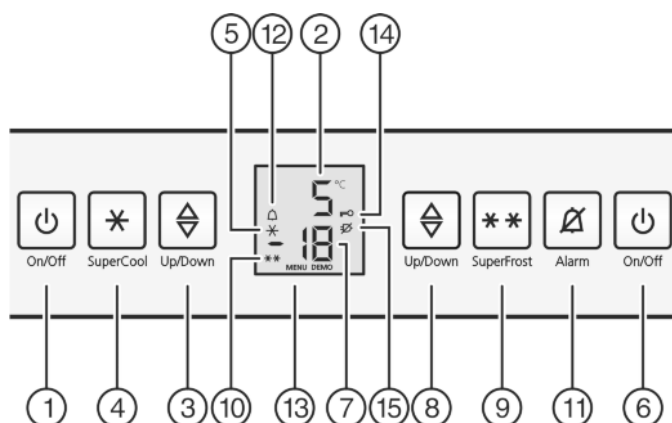

Fig. 2
- ▶ Taste On/Off Gefrierteil *Fig. 2 (6)* drücken.
- ▶ Taste On/Off Kühlteil *Fig. 2 (1)* drücken.
- ▶ Einstellmodus aktivieren: Taste SuperFrost *Fig. 2 (9)* ca. 5 Sekunden drücken.
- ▷ In der Anzeige wird das Symbol Menu *Fig. 2 (13)* angezeigt.
- ▶ Mit der Taste SuperFrost *Fig. 2 (9)* kurz bestätigen.
- ▷ Das Symbol Kindersicherung *Fig. 2 (14)* leuchtet in der Anzeige.
- ▶ Die Taste On/Off Gefrierteil *Fig. 2 (6)* kurz drücken.
- ▷ Das Symbol Kindersicherung *Fig. 2 (14)* erlischt.
- ▶ Taste Alarm *Fig. 2 (11)* drücken.
Gleichzeitig blinkt die Temperaturanzeige und das Symbol Alarm *Fig. 2 (12)*.
Der Tonwarner verstummt automatisch, das Symbol Alarm *Fig. 2 (12)* geht aus und die Temperaturanzeige hört auf zu blinken, wenn die Temperatur wieder ausreichend kalt ist.